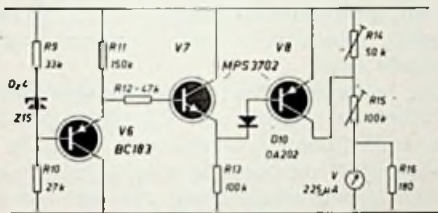

Fig. 10 - De spanningsgebiedomschakelaar.
e) De spanningsgebied-omschakelaar (fig. 10)